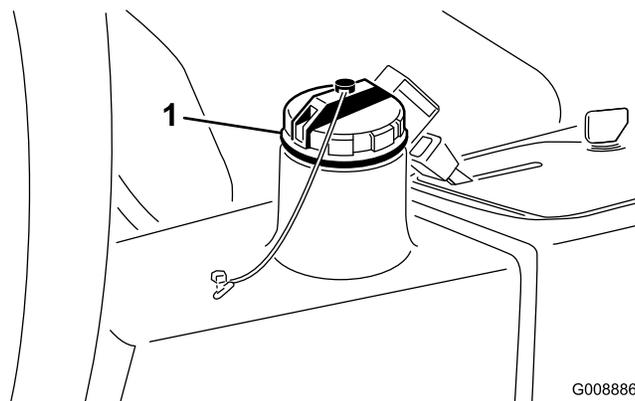

図 60
3. タンク (図 60) に油圧オイルを入れる。容量は約 13.2 リットル；油圧系統を点検する」を参照。